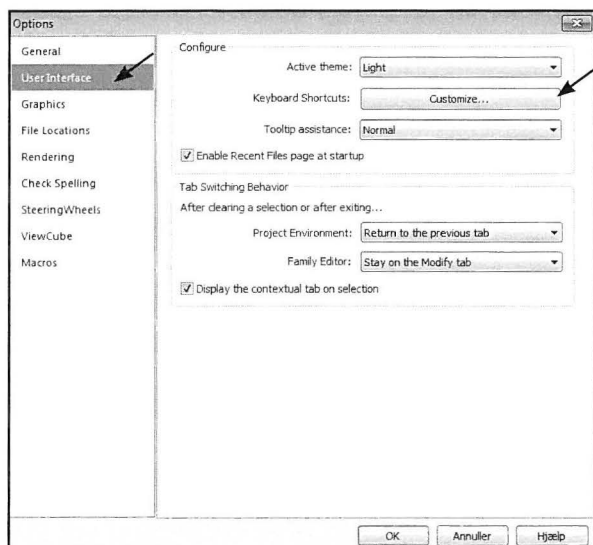

Fig. 18.04. *User Interface - Customise*.
- Klik på *User Interface* fanebladet (Fig. 18.04).
- Klik derefter på *Customize* ud for *Keyboard Shortcuts* (Fig. 18.04).